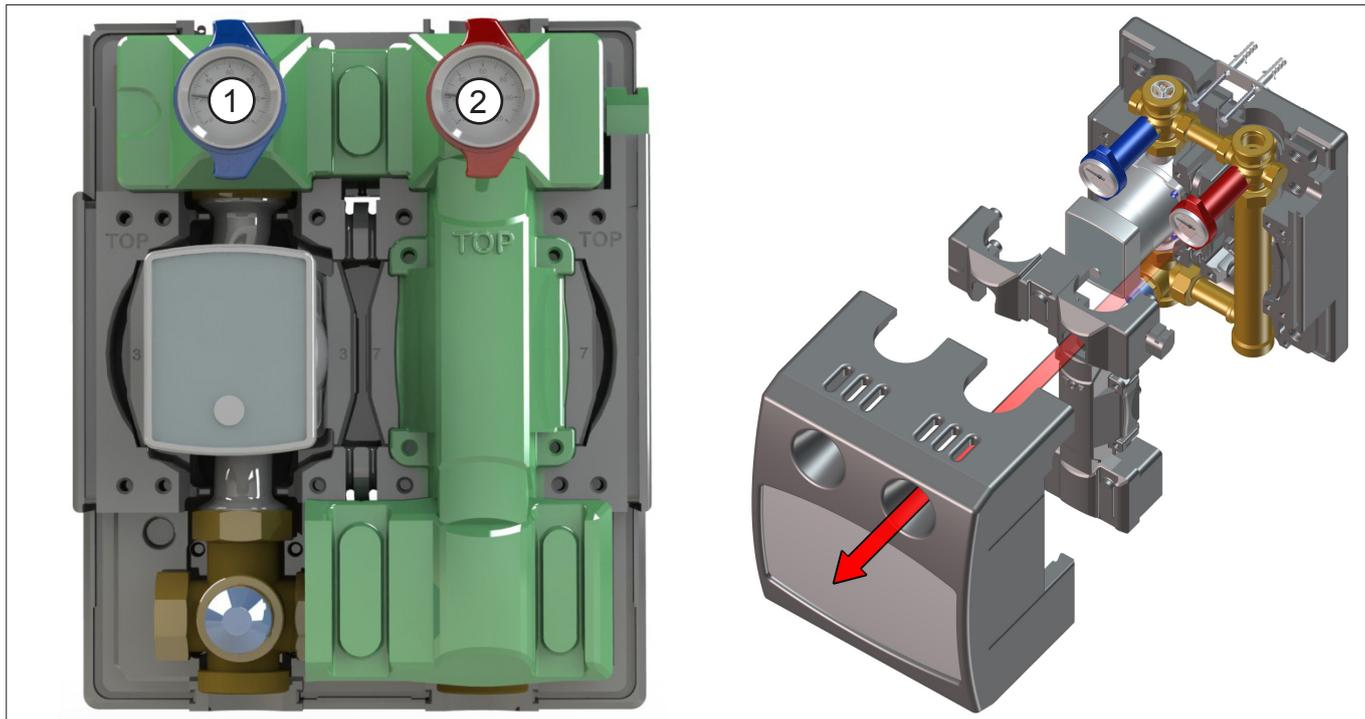

Abb. 6: Isolierungen demontieren
- Demontieren Sie die Isolierungen (Abb. 6).
- Öffnen Sie **langsam** die Kugelhähne (Pos. 1+2, Abb. 6 auf Seite 13) durch Drehen des Thermometergriffs (siehe „Thermometergriffstellungen“ auf Seite 11).